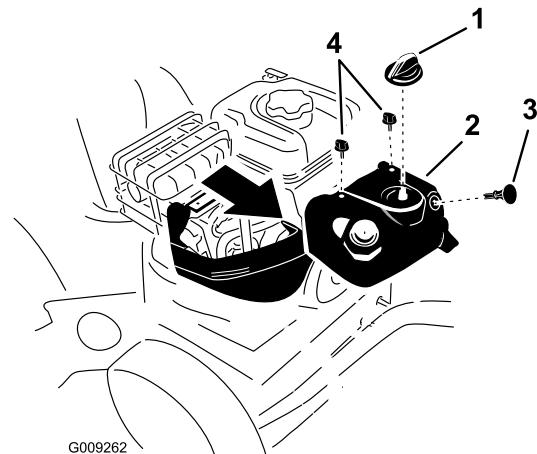

Figure 33
Remarque: Vous devez déposer le capot anti-neige pour accéder à la bougie d'allumage (Figure 33).
1. Enlevez la commande de starter et la clé de contact (Figure 33).
2. Enlevez les 2 vis qui fixent le capot anti-neige à la machine (Figure 33).